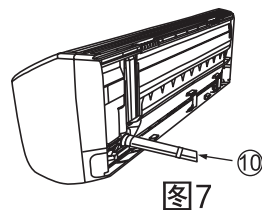

图7
- (1) 当要把铜管从后面引出时，将铜管、排水管和连接电缆一起用附件 ⑩ 胶带绷紧。（图7）